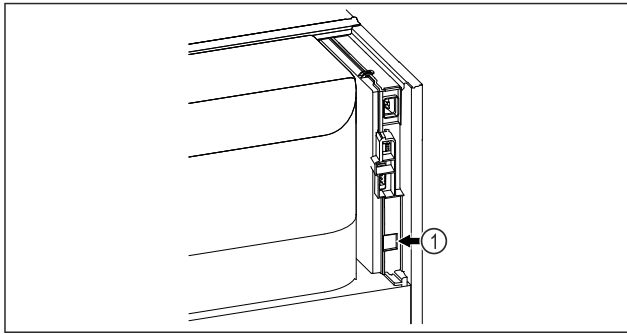

Fig. 96
- ☐ Se utiliza SmartModule *Fig. 96 (1)*.